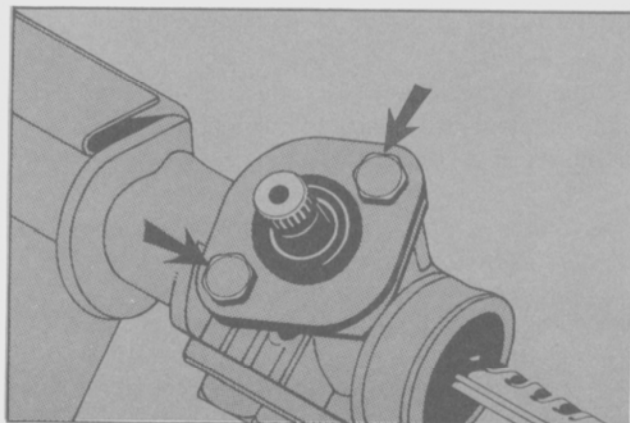

Fig. 18 - Desmontaje de la tapa del piñón.
- Retirar los tornillos que fijan la tapa del piñón y sacar ésta y la junta (Fig. 18).